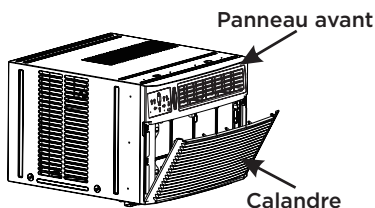

Fig.1
1. Abaissez la grille avant et enlevez le filtre (voir Fig. 1).